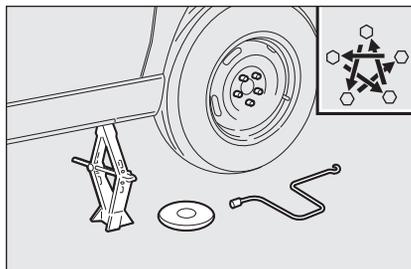

fig. 7
- stringere a fondo i bulloni, passando alternativamente da un bullone a quello diametralmente opposto, secondo l'ordine illustrato in **fig. 7**;